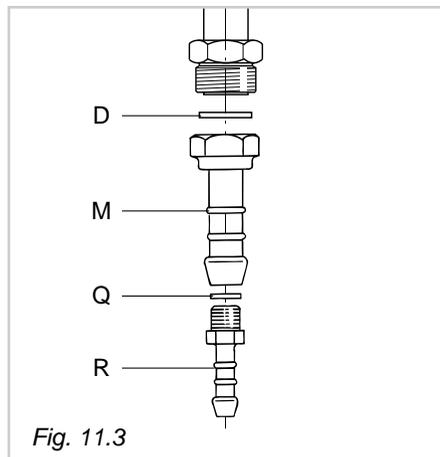

Fig. 11.3
Il gruppo di raccordo (fig. 11.3) si compone di:
- Montare il raccordo portagomma "M" interponendo la guarnizione di tenuta "D" (fig. 11.3).
- Montare la riduzione "R" con interposta la guarnizione "Q" (fig. 11.3).
La guarnizione D e Q (fig. 11.3) sono gli elementi che garantiscono la tenuta della connessione raccordo-rampa.